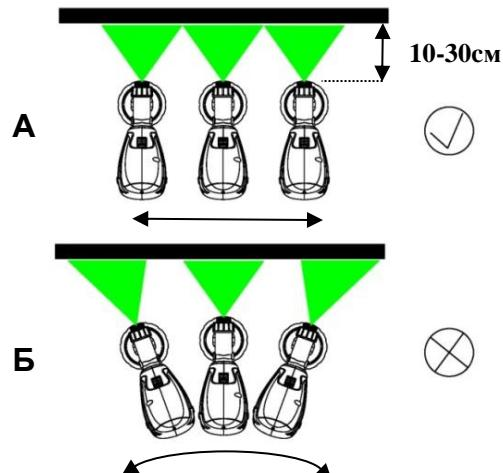

Рис. 6
- Равномерное ведение краскораспылителя обеспечивает одинаковое качество поверхности (См. Рис. 6 А).
- Неравномерное расстояние и угол распыления ведут к сильному образованию тумана и в результате к неравномерной покраске поверхности (См. Рис. 6 Б).